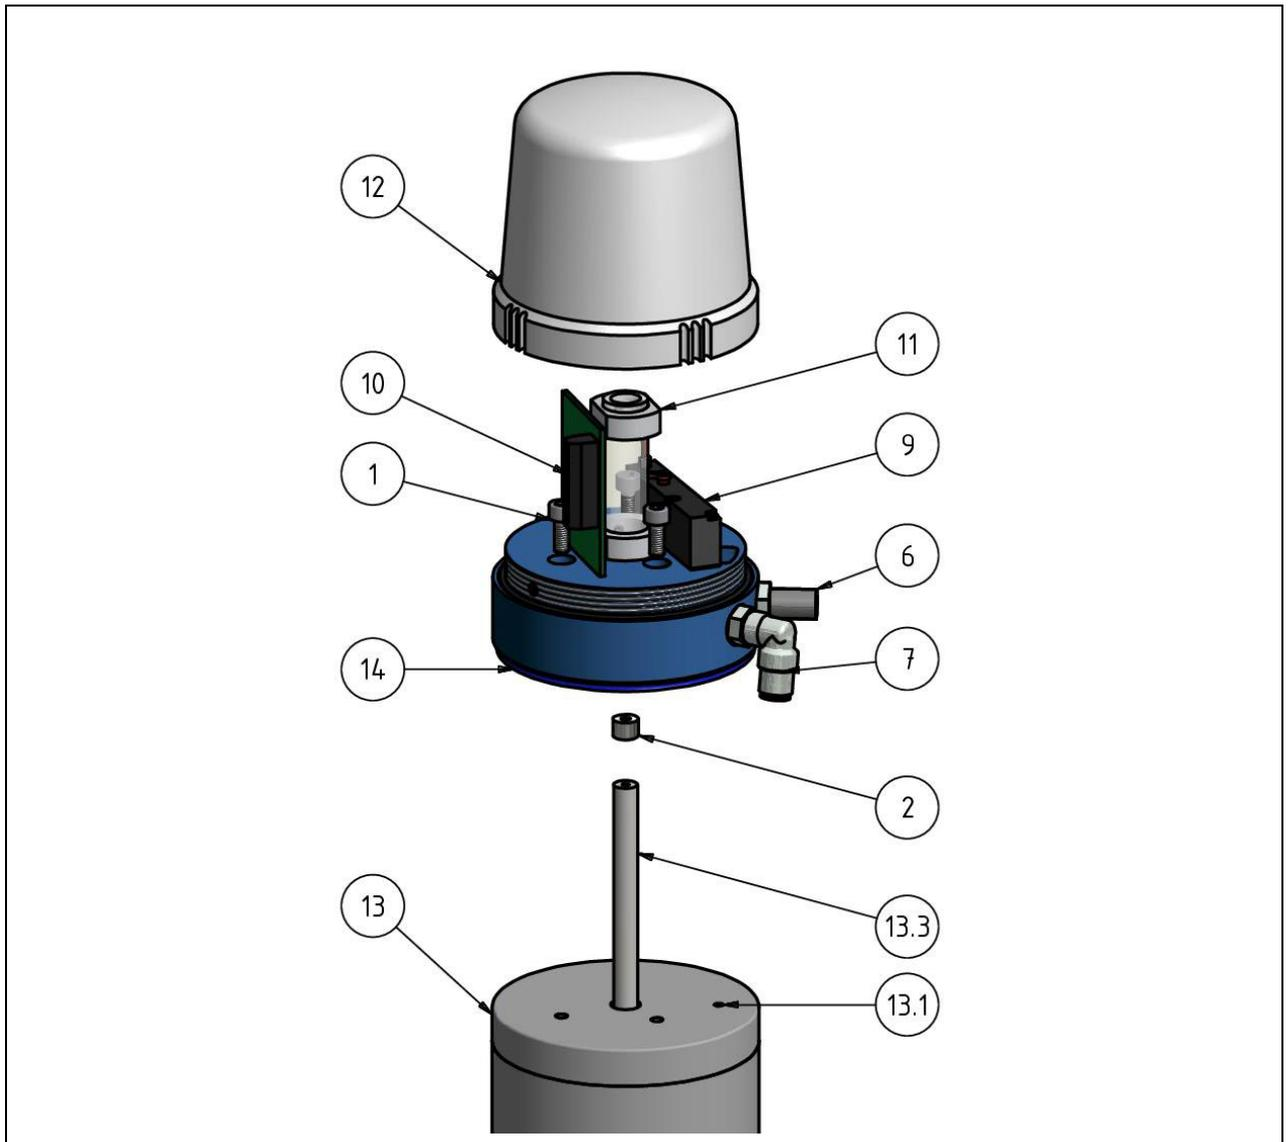

Abb. 4-1: Montage auf VMON-Standardantrieb
*Sollte die Baugruppe Magnet (Abb. 4-1, Pos. 2) einzeln sein, kann die Polarität am elektrisch angeschlossenen Steuerkopf ermittelt werden.*
- Montieren Sie den Magneten (Abb. 4-1, Pos. 2) mit einer M3-Schraube und Unterlegscheibe auf der Kolbenstange des pneumatischen Antriebs (Abb. 4-1, Pos. 13).
- Schrauben Sie die Kappe (Abb. 4-1, Pos. 12) vom Steuerkopf ab.
- **HINWEIS** Achten Sie auf die richtige Ausrichtung der Befestigungsschrauben. Setzen Sie das Gehäuseunterteil (Abb. 4-1, Pos. 14) auf den Antrieb (Abb. 4-1, Pos. 13)
- Schrauben Sie das Gehäuseunterteil mit 3 Zylinderkopfschrauben M5 x 35 (Abb. 4-1, Pos. 1) fest.